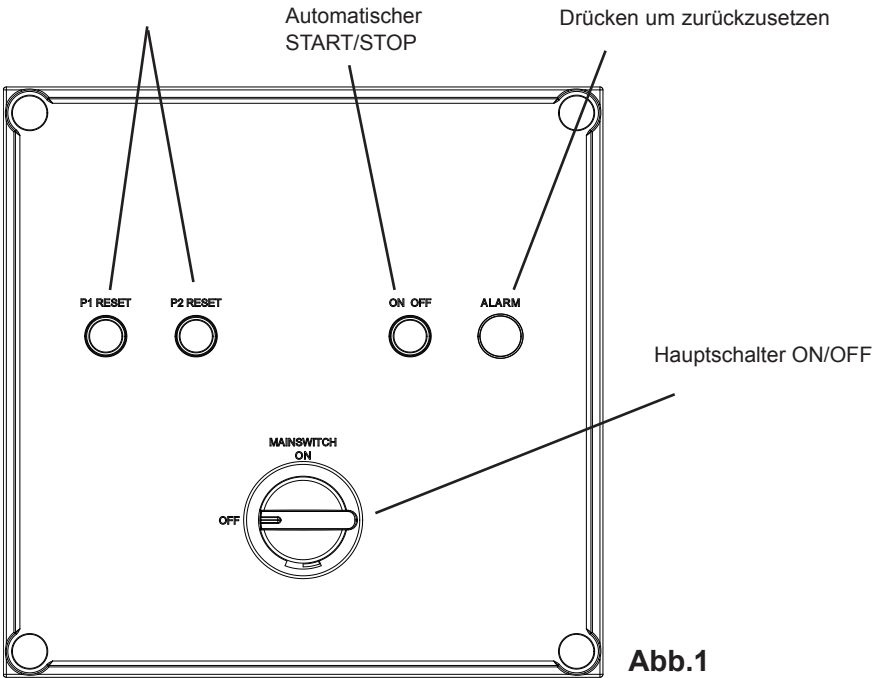

Abb.1
Ein Mikroprozessor steuert und kontrolliert (mittels 2 Pressostaten, 1 Paddleflow und 1 Druckwächter), Abb.1
Siehe Abb. 1. Alarm, blinkt = Wartet ab. Alarm leuchtet konstant = STOP. Nach ALARM STOP Automatik durch einmaliges Drücken der ON/OFF-Taste zurücksetzen.
4. Wenn ein Motor überlastet wird, schaltet das Thermorelais aus. Thermorelais durch Drücken der mit R gekennzeichneten Taste zurücksetzen. Der Motorschutzschalter lässt jetzt einen neuen Start zu. Siehe Abb. 1.
3. Wenn ein Motor überlastet wird, schaltet das Thermorelais aus. Thermorelais durch Drücken der mit R gekennzeichneten Taste zurücksetzen. Der Motorschutzschalter lässt jetzt einen neuen Start zu. Siehe Abb. 1.